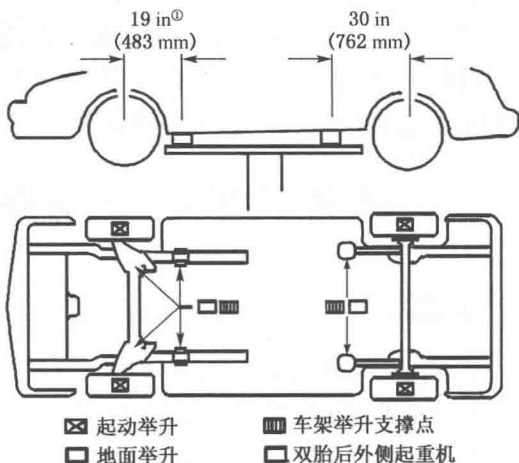

图 1-5 承载式车身的举升支撑点
(1) 车辆入位前检查举升机。检查举升机工作是否平顺,各保险锁止装置是否起作用,各管路是否泄漏,声音是否正常。
(2) 车辆按规定方向驶入举升机平台中央,熄火、拉起驻车制动,根据需要放好橡胶垫。见图 1-5。